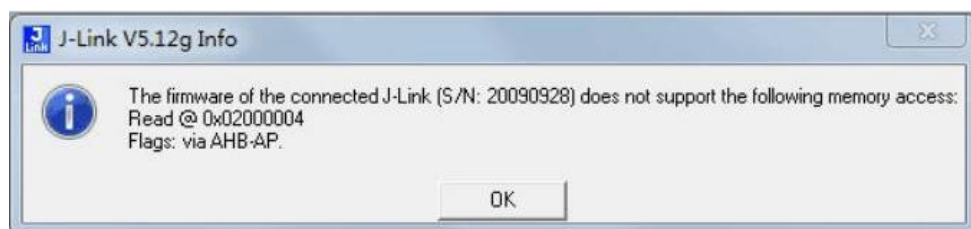

图 5.1 驱动问题提示
- ① 编译出错，提示代码超过 32K，这种情况是因为 MDK 未破解，这种情况只需要百度一下 MDK 破解。
- ② 编译或者下载提示找不到芯片，应该是 MDK 安装之后没有安装相应芯片的 pack 包，如何安装请参考“ATK-MiniFly 微型四轴开发指南”第 7 章节内容。
- ③ 下载或者调试出现如图 5.1 所示的提示：